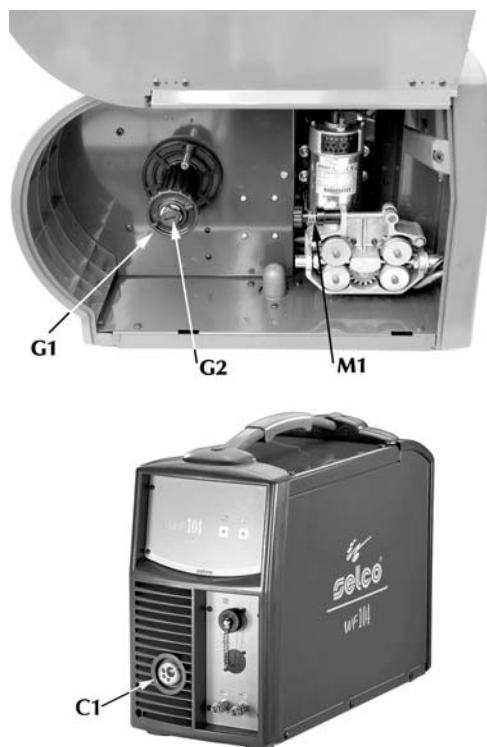

Fig. 21 Detaljer på den mobile vogn
- Skrue ringen (G1 fig. 21) af fra spoleholderhaspen, og indsæt spolen.
Få også haspens metaldorn til at gå ind i lejet, genindsæt ringen (G1) og indstil friktionsskruen (G2 fig. 21)
- Frigiv gearmotorens fremføringsstøtte (M1 fig. 21) og indsæt trådenden i trådlederens bøsning, hvorefter den skal passere på den lille rulle og frem til brændertilslutningen.
- Indsæt brænderen sammen med hylsteret i den centraliserede tilslutning (C1 fig. 21), og stram ringen helt til.